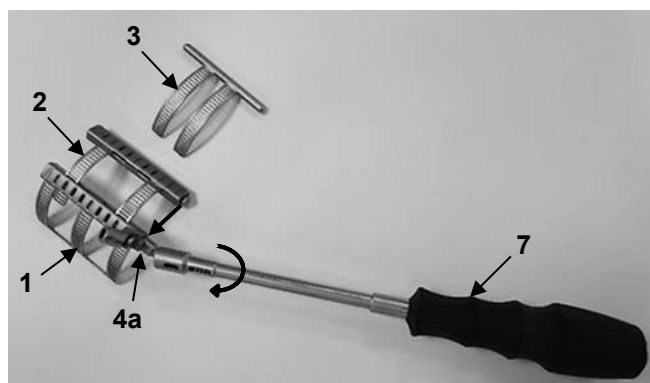

Fig. 17
1. Inserire l'elemento primario (2) nell'elemento base (1) e avvitarlo con l'apposito cacciavite (7). A tal fine, ruotare in senso antiorario il meccanismo di trasporto sul modulo a scatola dell'elemento base (4a) utilizzando il cacciavite (7) (Fig. 17).